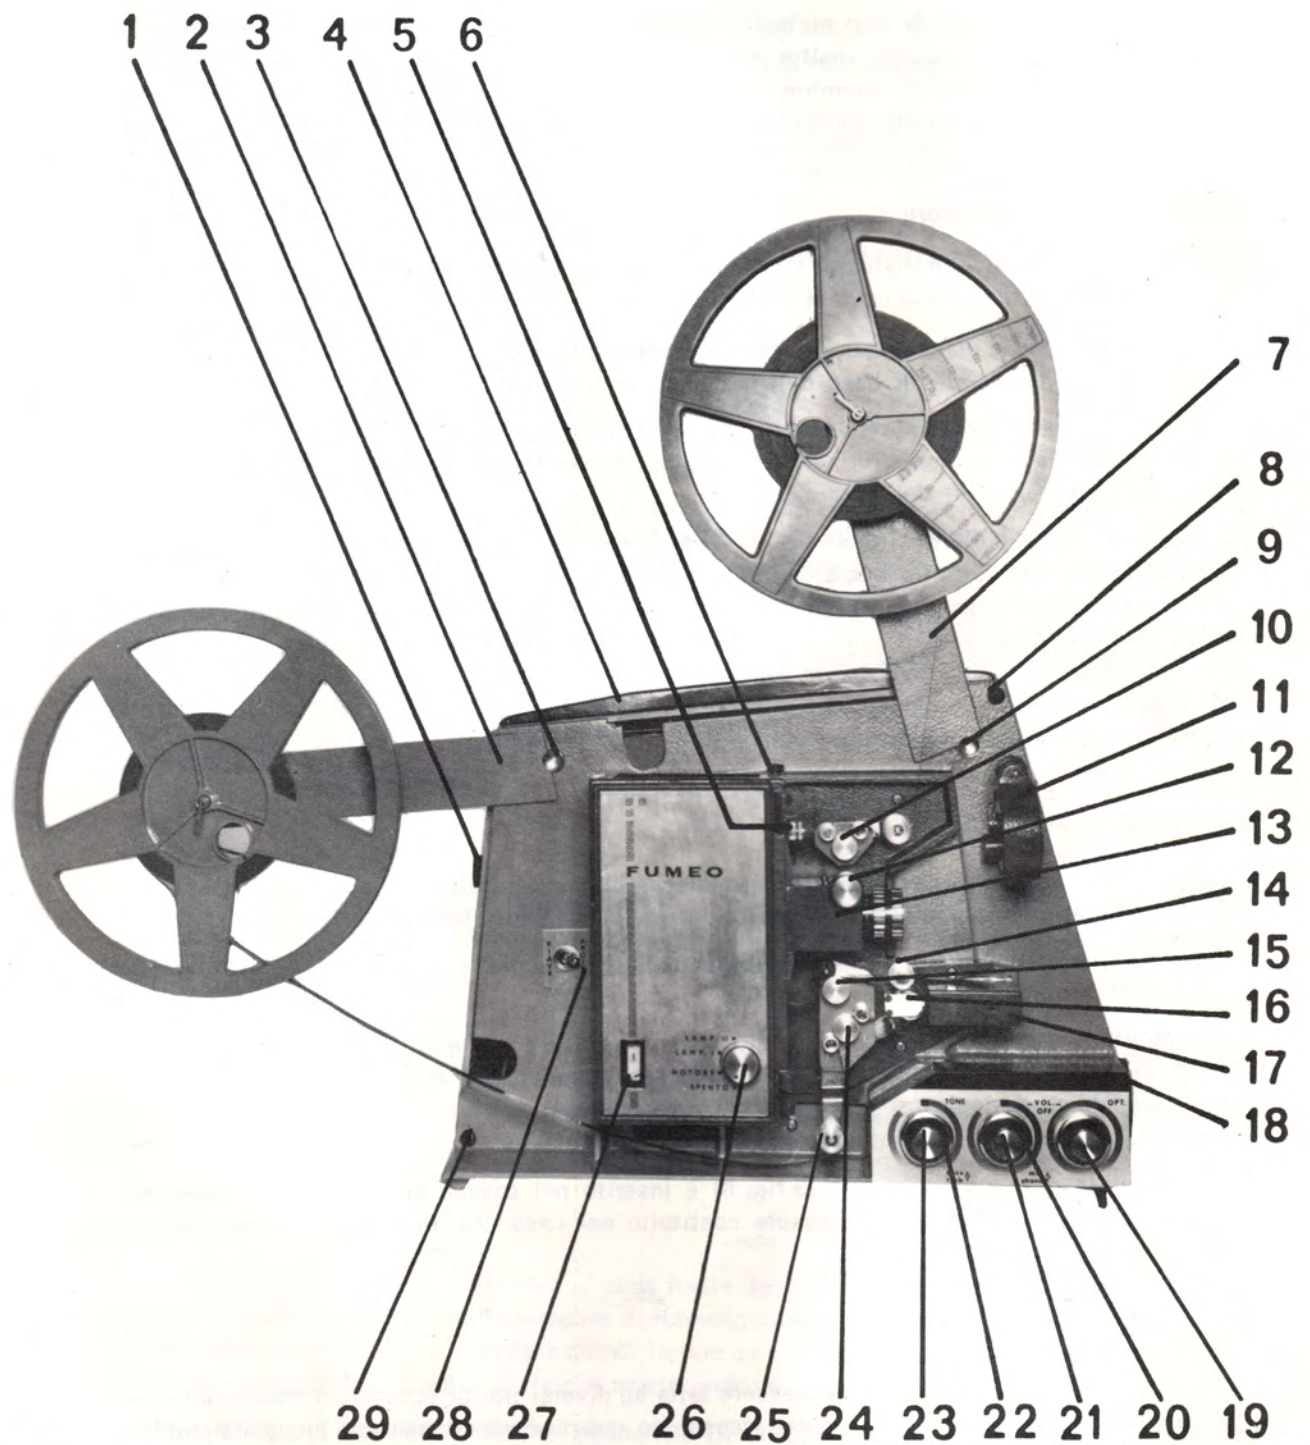
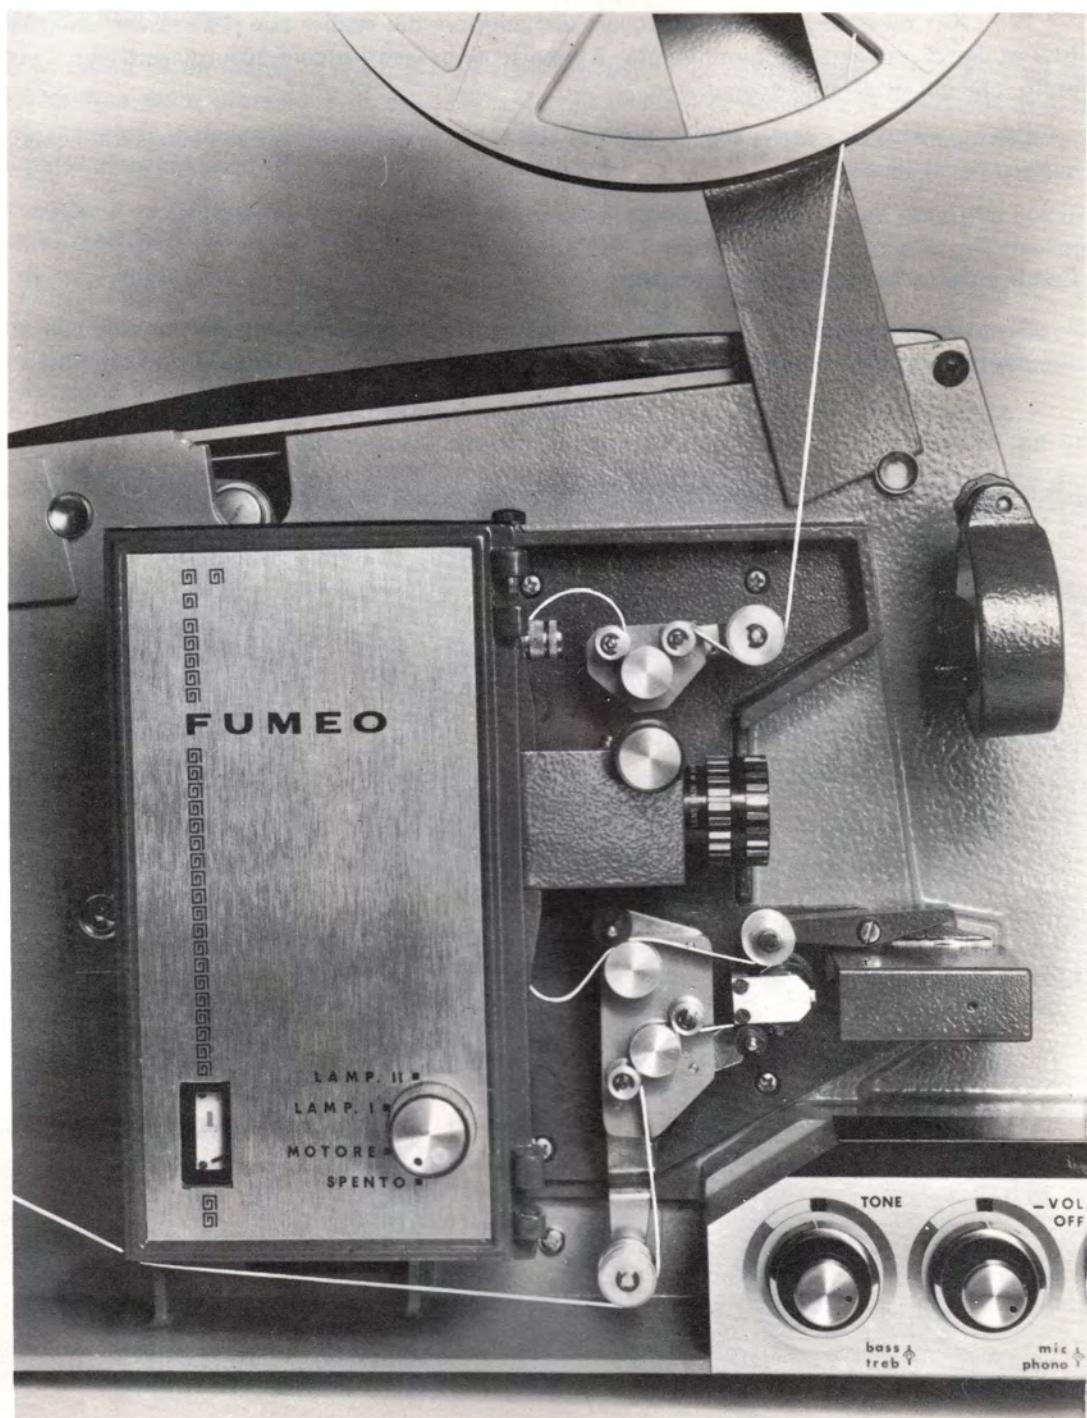

Fig. 3
Fig. 4 - Particolare passaggio film
- proiezione di pellicole in Cinema Scope, mediante apposito obiettivo anamorfico montato sul supporto (11 fig. 3) : detto obiettivo viene fornito a richiesta.
Dal contenitore si estrarranno il proiettore e gli accessori occorrenti, cioè la bobina del braccio raccoglitore (2 fig. 3) e il cavo di collegamento alla rete.
Si ruotano i due bracci portabobine (2,7 fig. 3) nella posizione di lavoro, nella quale rimarranno bloccati grazie ai rispettivi nottolini (3,9 fig. 3), che dovranno essere premuti per il rientro dei bracci stessi alla fine della proiezione.
Controllare immediatamente che l'indice del voltmetro posto sulla lanterna del proiettore (27 fig. 3), si trovi nel trattino color giallo (segnale di prudenza) e non vada ad invadere la zona rossa (segnale di pericolo); in quest'ultimo caso correggere la disposizione del cambio tensione in rapporto alla tensione di linea che evidentemente è errata.
Montare la bobina del film da proiettare sul braccio superiore del proiettore (7 fig. 3) e disporre il film secondo il percorso indicato in fig. 4.
Prima di avviare il proiettore con il comando (26 fig. 3), accertarsi che tutto proceda regolarmente, effettuando qualche giro a mano con la manopola di avviamento manuale (1 fig. 3).
Il comando di volume (19 fig. 3) andrà quindi regolato sino al livello di suono desiderato. I comandi di tono (22,23 fig. 3) si regoleranno nella posizione più favorevole in relazione all'acustica dell'ambiente.
Dopo aver centrato il quadro proiettato sullo schermo valendosi dell'apposita manopola alzo proiettore (18 fig. 3), la messa in quadro del fotogramma viene effettuata a mezzo del bottone zigrinato (5 fig. 3).
La messa a fuoco dell'immagine sullo schermo viene eseguita mediante la rotazione della manopola (12 fig. 3).
A proiezione ultimata si rimetterà la coda finale del film nella bobina raccoglitrice sulla bobina superiore e si procederà alla manovra di riavvolgimento portando il deviatore (28 fig. 3) nella posizione di «RIAVV»; si rimetterà quindi in funzione il motore spostando la manopola del comando generale (26 fig. 3) nella posizione corrispondente.
RICORDARSI A RIAVVOLGIMENTO ULTIMATO DI RIPORTARE IMMEDIATAMENTE LA LEVETTA (28 fig. 3) NELLA POSIZIONE «PROIEZ.».
E' possibile la visione di pellicole in Cinemascope, mediante l'apposito obiettivo anamorfico e supporto relativo (11 fig. 3) che vengono forniti a richiesta.
L'operazione di sostituzione è completamente semplificata: è sufficiente svitare il pomello (6 fig. 3) del coperchio della lanterna e quindi ruotare il coperchio stesso.
Si procede allo sfilamento del coperchietto coprilampada (17 fig. 3) e successivamente si ruota la lampada in senso antiorario con una leggera pressione, in modo che i due piolini dell'innesto possano uscire liberamente.
I componenti dell'amplificatore sono resi accessibili sfilando il proiettore dal cofano togliendo le viti (8,29 fig. 3).
La lubrificazione del meccanismo intermittente della griffa si può effettuare dopo aver rimosso la lanterna di proiezione, svitando il pomello (6 fig. 3).
Lo sportello di proiezione (13 fig. 3) deve essere tenuto costantemente pulito e sarà buona norma alla fine della proiezione di una bobina di film passare lo scovolino, in dotazione al proiettore, attraverso i due pattini; si eviteranno così rigature al film dovute all'accumulo di emulsione, particolarmente con film nuovi e freschi di stampa.